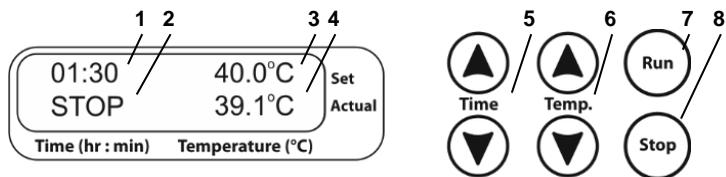
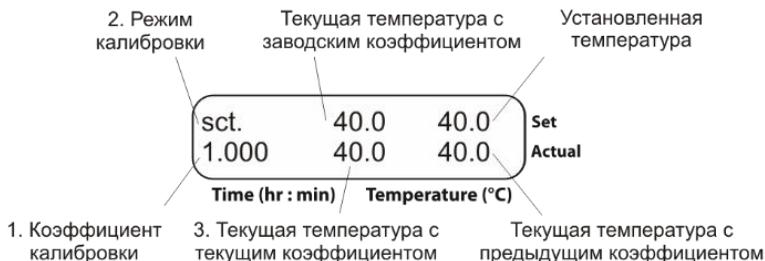

Рис. 1. Панель управления
Рис. 2. Панель управления в режиме калибровки
- 5.3. **Установка температуры.** Кнопками ▲ и ▼ **Temp.** (рис. 1/6) установите необходимую температуру (рис. 1/3). Если кнопка установки удерживается нажатой более 2 секунд, скорость смены значений увеличивается.
- 5.4. Начинается нагрев термоблока. Текущие показания температуры отображаются в нижней строке дисплея (рис. 1/4).
Кнопками ▲ и ▲ **Time** (рис. 1/5) установите необходимое время термостатирования образцов в часах и минутах (hh:mm). Если кнопка установки удерживается нажатой более 2 с, скорость смены значений увеличивается. Установленное значение времени отображается в верхней строке дисплея (рис. 1/1).
5.7. Нажмите кнопку **Run** (рис. 1/7), при этом включается таймер. Отсчет установленного интервала времени отображается в нижней строке дисплея (рис. 1/2). По истечении установленного интервала времени таймер подает звуковой сигнал, при этом на дисплее отображается мигающая индикация STOP. Нажмите кнопку **Stop** (рис. 1/8) для прекращения сигнала.
Внимание! При остановке таймера не прекращается процесс нагрева/поддержания установленной температуры. Для прекращения нагрева необходимо кнопкой ▼ **Temp.** (рис. 1/6) установить значение температуры ниже 25°C (индикация OFF на дисплее, рис. 1/3).
- 6.2. Для введения калибровочного коэффициента держите нажатой клавишу **Stop** (рис. 1/8) дольше 8 с для входа в калибровочный режим. На дисплее появится калибровочный коэффициент, как показано на рис. 2/1.
- 6.3. **Восстановление заводских установок.** Чтобы восстановить заводские установки, с помощью кнопок **▲** и **▼ Temp.** (рис. 1/6) установите значение коэффициента 1.000, как показано на рис. 2/1. Нажмите клавишу **Run** (рис. 1/7) один раз, чтобы сохранить изменения.
- 6.4.4. Предположим, что показания независимого сенсора составляют 39°C, а текущая температура на дисплее — 40°C (рис. 1/4). В этом случае необходимо добавить коррекцию 1°C.
- 6.4.5. Держите клавишу **Stop** (рис. 1/8) нажатой более 8 с, чтобы активировать режим калибровки. Дисплей покажет параметры, изображенные на рис. 2.
6.4.6. С помощью кнопок ▲ и ▼ (рис. 1/6) измените коэффициент калибровки (рис. 3/1) так, чтобы новое значение температуры (рис. 3/2) соответствовало температуре независимого сенсора. В нашем примере коэффициент калибровки будет равен 0,974.
6.4.7. После калибровки нажмите клавишу **Run** (рис. 1/7) один раз, чтобы сохранить изменения и выйти из калибровочного режима.